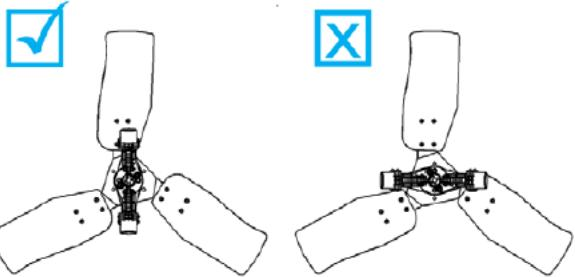

fig. 19
2. Desatornille los dos (2) tornillos de cabeza hexagonal M8 y extraiga el sistema centrífugo completo a través de las lamas de persiana.
4. Asegúrese de montar el sistema centrífugo tal y como se muestra en la fig. 19.